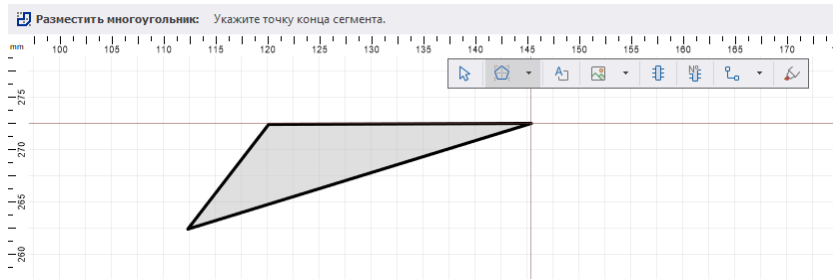

Рис. 308 Фиксация размещения первой стороны многоугольника
3. Переместите курсор в нужную точку и зафиксируйте вторую вершину. С указанием второй вершины будет размещена первая сторона многоугольника, см. Рис. 308.